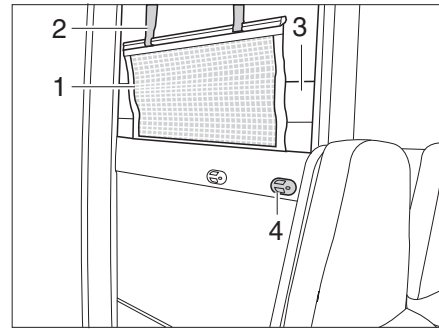

Fig. 101 Lit superposé (côté)
- Retirer le matelas (Fig. 101,3) du lit supérieur et le poser sur le lit inférieur.
- Accrocher l'échelle de montée par les longerons sur le bandeau (Fig. 101,4) installé sur le cache.
Le filet de sécurité (Fig. 101,1) de série est rangé entre le matelas et le sommier à lattes. Ne tendre le filet de sécurité qu'une fois que les personnes se trouvent dans la capucine.
- Faire s'enclencher les sangles de retenue (Fig. 101,2) dans les œillets du plafond.